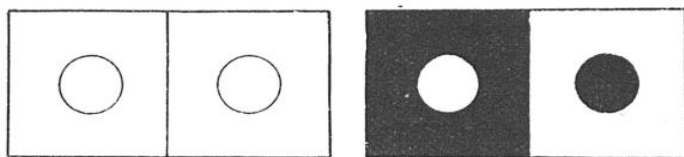
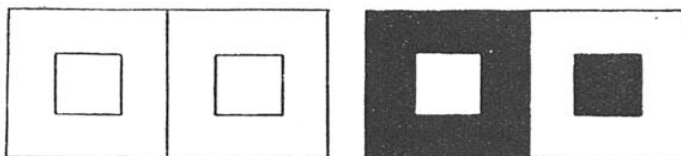

FIG. 1 ET 2. — EXEMPLE TYPIQUE D'ERREUR DANS L'ÉVALUATION DES DISTANCES PAR NOTRE ŒIL
FIG. 3 ET 4. — AUTRE EXEMPLE D'ERREUR COMMISE DANS L'ÉVALUATION DES DISTANCES
(1) Ainsi nommé parce que le calcul montre qu'il est *proportionnel* au « gradient des pressions » entre deux isobares.
N. D. L. R. — Les figures 1 et 2 sont extraites de la publication scientifique et technique du Ministère de l'Air : *Contribution à l'étude du sol en atmosphère agitée*, par PAUL DUPONT.
La figure 2 (à droite) est identique à la figure 1 (à gauche). Mais le cercle central est tantôt blanc sur fond noir, tantôt noir sur fond blanc. Le cercle blanc paraît, sur cette deuxième figure, notablement plus grand que le cercle noir.
Ces deux figures sont la réplique des figures 1 et 2. Les carrés de la figure 3 sont identiques deux à deux ; la figure 4 reproduit la figure 3, avec un pourtour noirci ou avec un centre noirci. Le carré blanc paraît notablement plus grand que le carré noir.
1° La figure 1 représente deux grands carrés contigus, identiques, à l'intérieur desquels ont été tracées deux petites circonférences, elles aussi identiques. Le même dessin est reproduit à droite (fig. 2) ; mais, dans un cas, le cercle est blanc sur fond noir ; dans l'autre, il est noir sur fond blanc ;
2° Les figures 3 et 4 montrent que l'effet est le même si la figure centrale est un carré. Ces quatre figures indiquent que les contrastes peuvent occasionner des erreurs notables dans l'évaluation directe des distances « au jugé » ;